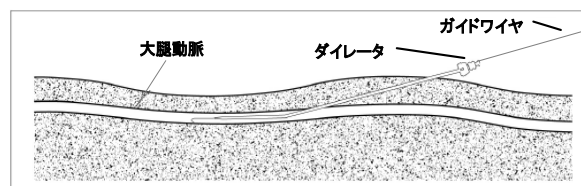
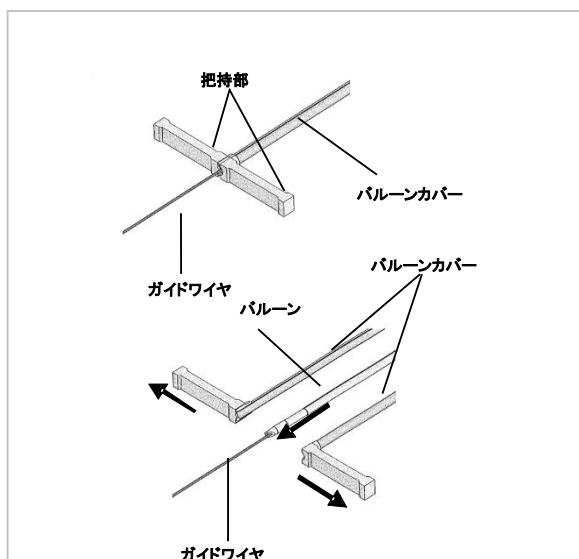
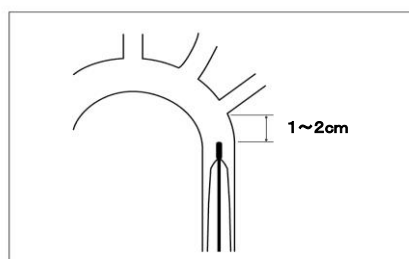

図2. ダイレーション
図 3. バルーンカバー
図 4. バルーン先端位置
(7) 出血を手指で抑えながら、シース用ガイドワイヤ 0.88mm (0.035inch) ×800mm を穿刺針のカニューラに挿入する。	(7) 出血を手指で抑えながら、シース用ガイドワイヤ 0.88mm (0.035inch) ×800mm を穿刺針のカニューラに挿入する。
(8) ガイドワイヤが大腿動脈内まで入ったところで、カニューラを抜去する。	(8) ガイドワイヤが血管内に十分な長さまで入ったところで、カニューラを抜去する。
(9) ガイドワイヤ末端よりシース用ダイレータを挿入し、体表から血管までの組織をダイレーションする。(図2参照)	(9) ガイドワイヤ手元側端部よりダイレータをセットしたシースを挿入し、体表に2cm程度残るまで血管内に進める。
(10) ダイレータのみを残し、ガイドワイヤを抜去する。	(10) シースのみを残し、ガイドワイヤとダイレータを抜去する。
(11) バルーン用ガイドワイヤ 0.36mm (0.014inch) ×1800mm をダイレータに通し、胸部大動脈まで進める。	(11) バルーン用ガイドワイヤ 0.36mm (0.014inch) ×1800mm をシースに通す。
(12) ガイドワイヤを残したまま、ダイレータを抜去する。手指で皮膚を圧迫し、出血を抑える。	(12) ガイドワイヤを胸部大動脈内まで進める。IAB カテーテルのセントラルルーメン先端にガイドワイヤを挿入する。
(13) クランプなどを用いて切開部の皮膚を拡張する。	(13) IAB カテーテル体内挿入直前に、バルーンカバーの先端把持部を持ち、ゆっくと裂きながら IAB カテーテルをシースに挿入する。(図3参照)
(14) IAB カテーテルのセントラルルーメン先端にガイドワイヤを挿入し、体内に挿入する。(図3参照)	(14) バルーン部がシースを通過したら、分岐部のルーロックからガイドワイヤが出てくるまで、ガイドワイヤに沿って、IAB カテーテルを進める。IAB カテーテルのキंकを防止するため、IAB カテーテル挿入が完了するまで IAB 挿入部から 2~3cm 以内のところをつかみ短いストロークで挿入する。
(15) IAB カテーテルの体内挿入直前に、バルーンカバーの先端把持部を持ってゆっくと裂く。(図3参照)	(15) 手順 (17) に進む。
(16) IAB カテーテルの挿入部に近いところをやさしくつかみながらガイドワイヤに沿って IAB カテーテルを進める。IAB カテーテルのキंकを防止するため、IAB カテーテル挿入が完了するまで挿入部から 2~3 cm 以内のところをつかみ短いストロークで挿入する。	—
(17) X線透視下でガイドワイヤ先端とバルーン先端を確認しながら、ガイドワイヤに沿って IAB カテーテルを進めバルーンの先端を大動脈弓部の直下に位置させる。(図4参照)
(18) 手順(19)に進む。	(18) バルーン部が全てシースから出たことを以下の要領で確認する。IAB カテーテルの深度マーカ（バルーンに一番近い巾広のマーカ、またはそれ以降のマーカ）がシース内に入っていること。
(19) IAB カテーテルの位置を決めたら、ガイドワイヤを抜去する。
(20) 分岐部のセントラルルーメン側にフラッシュ用コネクタを接続し、血液を 3mL 吸引した後、IAB カテーテルのセントラルルーメンを 3~5mL の滅菌生理食塩水でフラッシュする。
(21) フラッシュ用コネクタを外し、セントラルルーメンにパンピング用スタイレットを挿入する。
(22) パンピング用スタイレットのハブに三方活栓を接続し、滅菌生理食塩水等で IAB カテーテルのセントラルルーメンを十分に満たす。